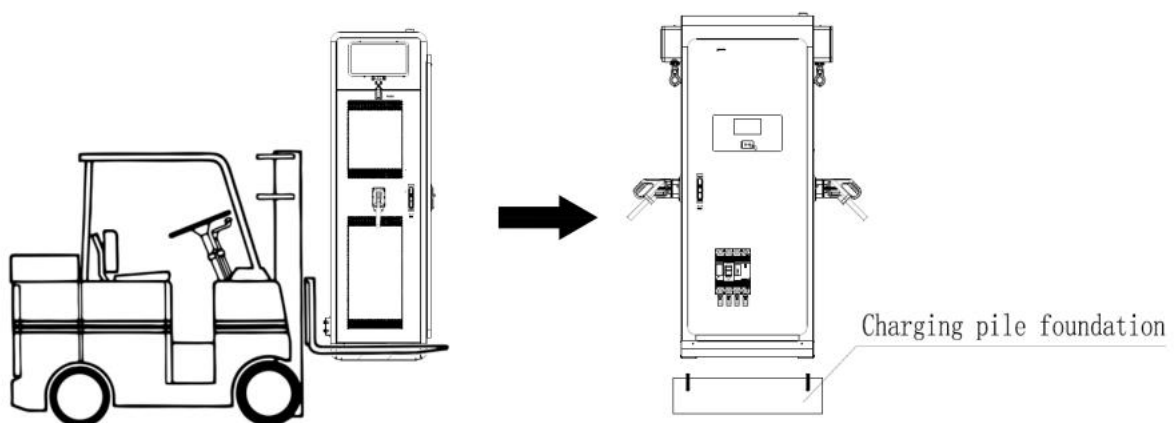

图 10
- 打开充电桩前门，用叉车将充电桩运送到混凝土基础上方，如图 10